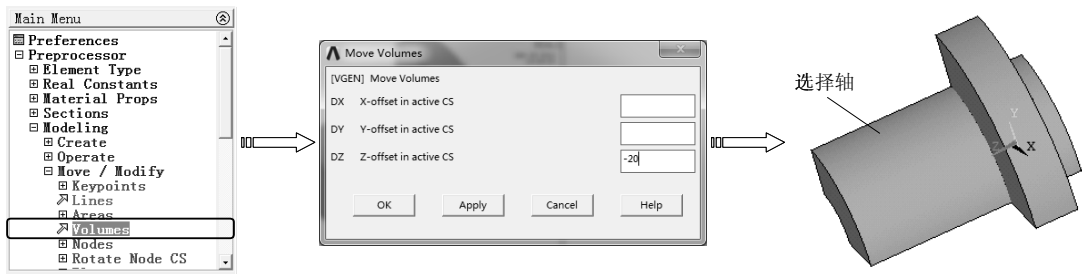

图 9-99 移动实体位置
3) 选择“Main Menu>Preprocessor>Modeling>Move/Modify>Volumes”命令，弹出实体选取对话框，选择轴实体，单击“OK”按钮，弹出“Move Volumes”对话框，在“Z-offset in active CS”文本框中输入-20，单击“OK”按钮移动 Z 方向位置，如图 9-99 所示。